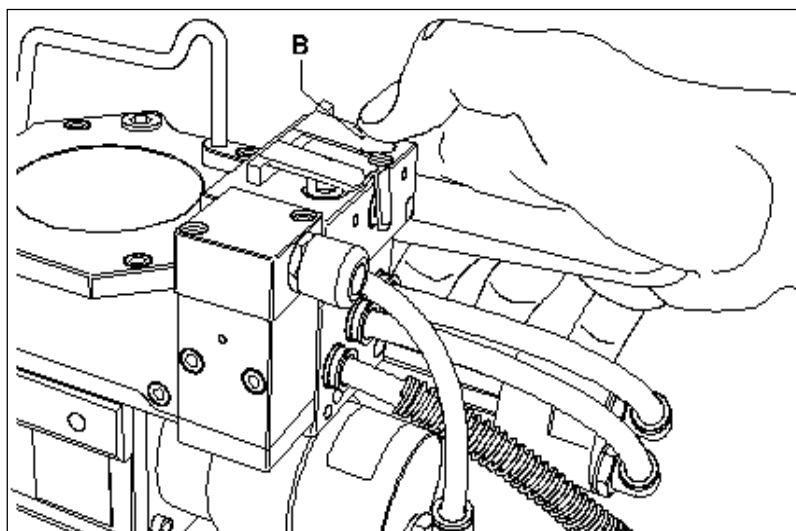

FIG. 5
- Premere il pulsante (B) per tendere la reggia, ultimata l'operazione, rilasciare il pulsante (B) (fig.5)
- Push button (B) to tension the strap. When the pre-set tension is achieved the air motor will stall (Fig.5).
- Appuyer sur le bouton (B) pour tendre le feuillard et le lâcher dès que l'opération est terminée (fig.5).